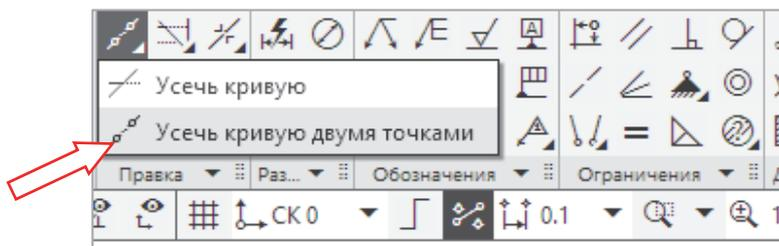

Рис. 2.8-1
2. Вызвать команду **Черчение** → **Правка** → **Усечь кривую двумя точками**  (рис. 2.8-1).